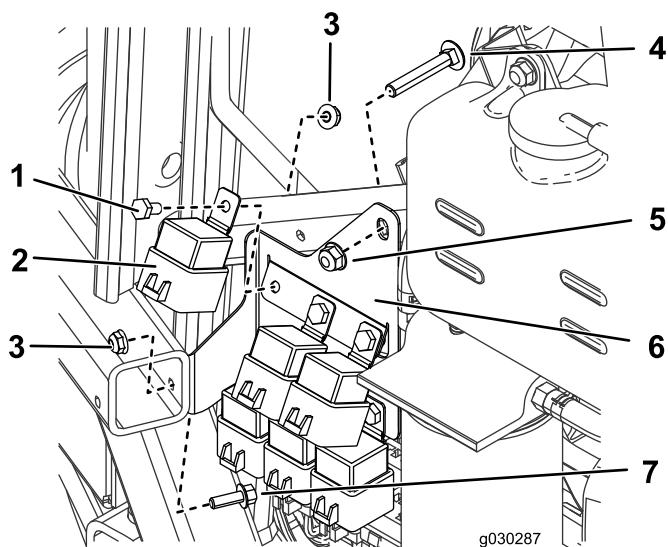

Figura 21
1. En el lado derecho de la máquina, monte 6 relés en el soporte usando 6 pernos ( $\frac{1}{4}$ " x  $\frac{1}{2}$ ") y 6 contratuerca ( $\frac{1}{4}"), según se muestra en Figura 21.$
3. Usando un perno (1/4" x 3/4") una tuerca (1/4"), y el perno y la tuerca que acaba de retirar, monte el soporte de los relés en la máquina (Figura 21).